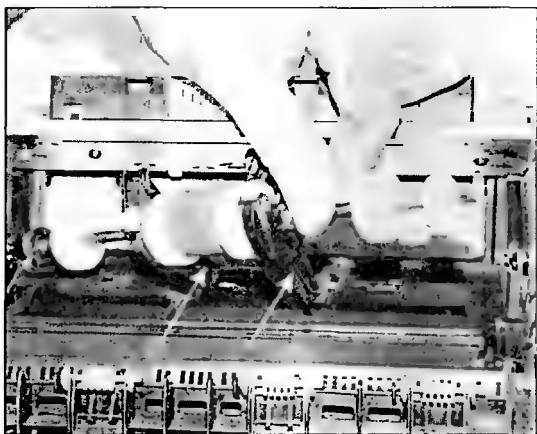

Рис. 5.13
- Снимают вал подачи бумаги, вначале приподняв его с правого края (рис. 5.13). Перед снятием вала обращают особое внимание на то, как установлены две вертикальные направляющие из черной пластмассы, которые дополнительно фиксируют вал (направляющие показаны на рис. 5.13 стрелками).